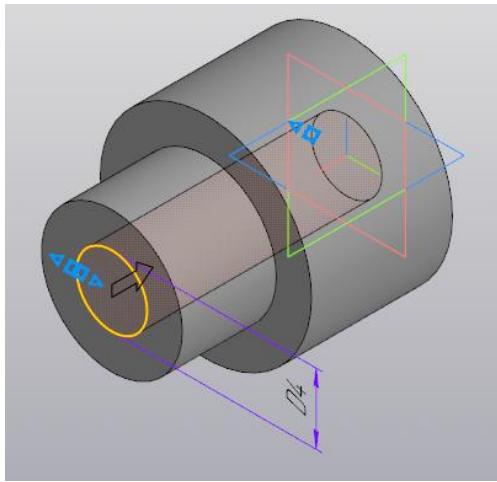

Рисунок 121.
14. Выполните **Вырезать выдавливанием**, задать прямое направление, выбрать способ построения **Через все** (рисунок 121).